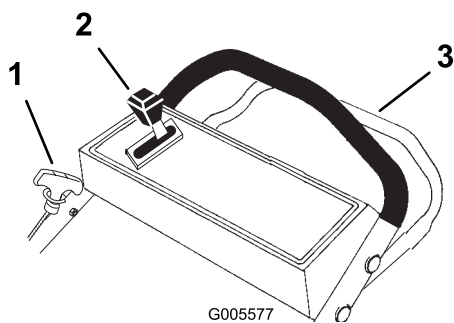

Bild 10
Die Bedienelemente befinden sich am oberen Griff, siehe Bild 10.
4. Halten Sie den Antriebsbügel gegen den oberen Handgriff gedrückt (Bild 10).